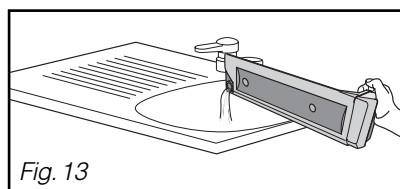

Fig. 13
Le bac de récupération doit être vidé après chaque cycle de séchage (Fig.13).
– Videz le bac (Fig. 13).